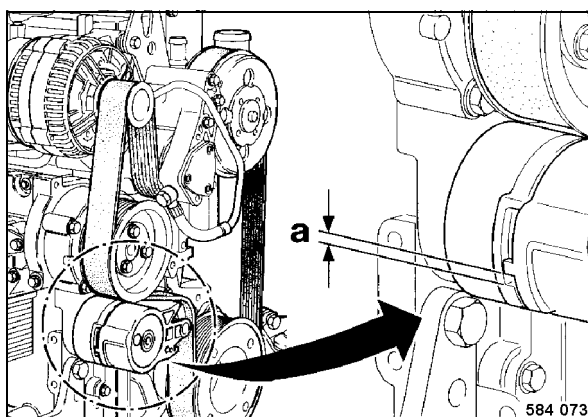

Fig. 130
- Comprobar la distancia entre el talón del brazo tensor móvil y la caja tensora estacionaria (Fig. 130).